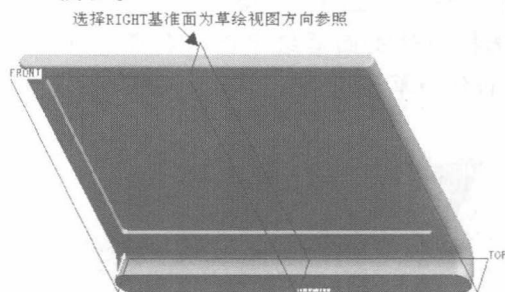
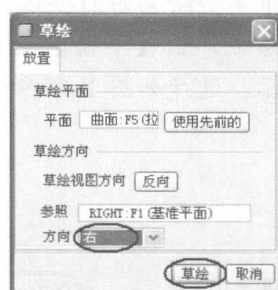

图1-35 选择 RIGHT 基准面作为草绘视图方向参照
图1-36 选择方向选项
22. 打开基准面显示, 选择如图 1-35 所示的 RIGHT 基准面作为草绘视图方向参照, 在如图 1-36 所示的【草绘】提示对话框中选择方向为【右】, 单击 **草绘** 按钮。